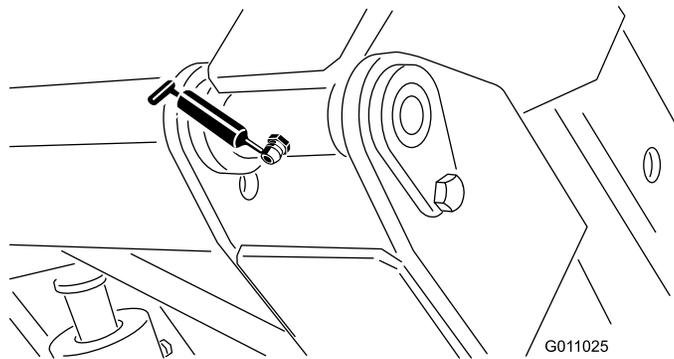

Figura 32
- Articulação da tremonha (superior) (2) (Figura 32).